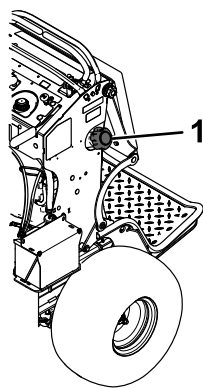

図 47
3. 燃料タンクにごみが入るのを防止するために、キャップ 図 47 の周囲をきれいに拭く。